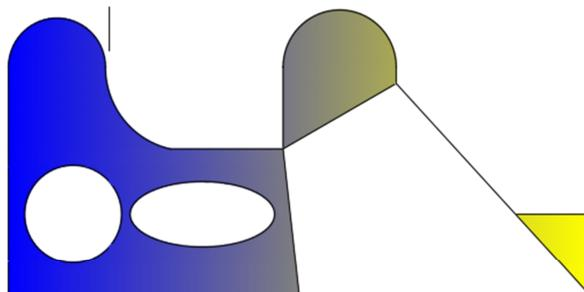

Рис. 2.12
16. Используя команду «МАСКИРОВКА», закрыть часть фигуры маскирующим контуром (рис. 2.12).